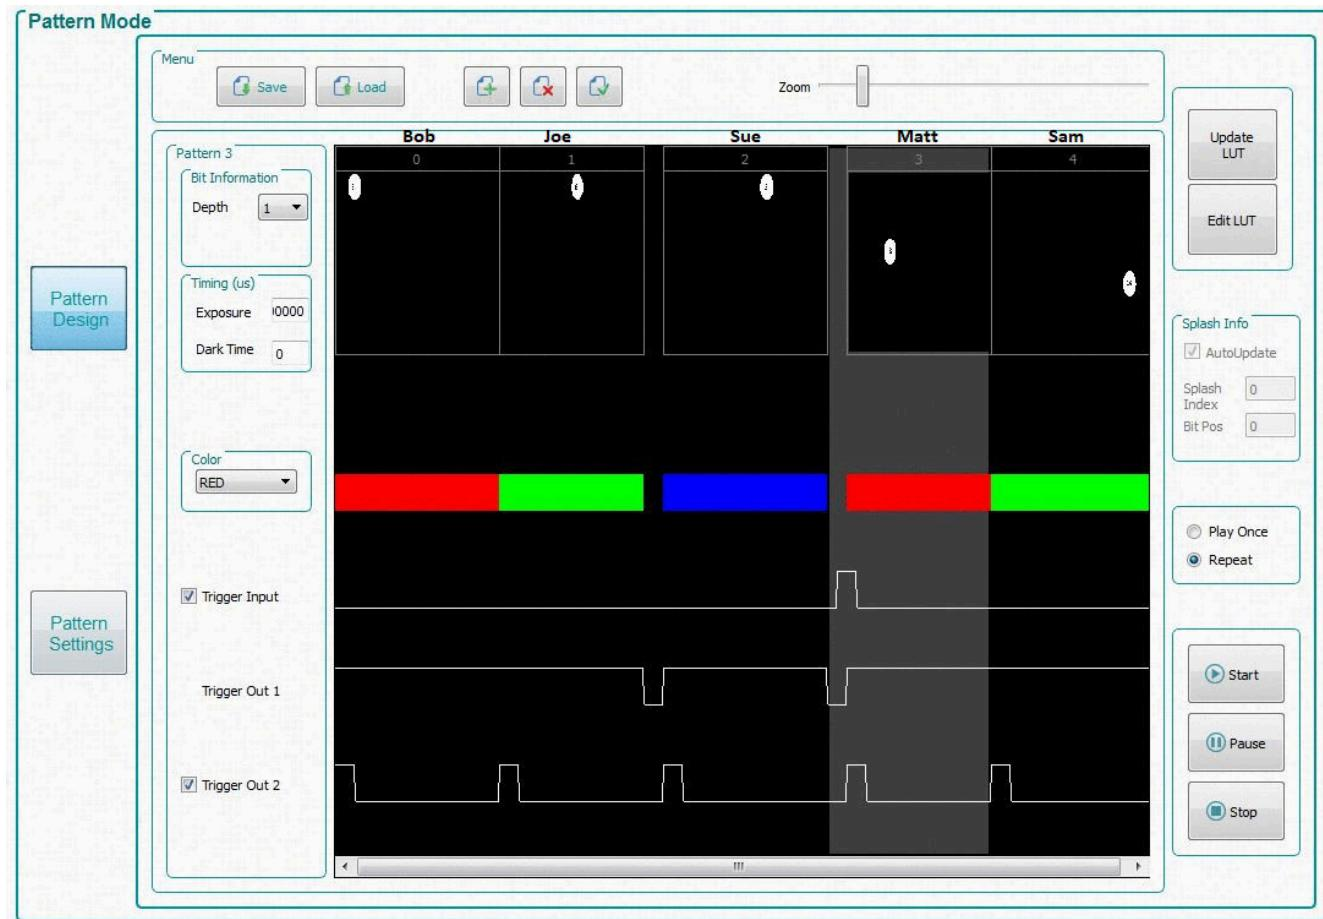
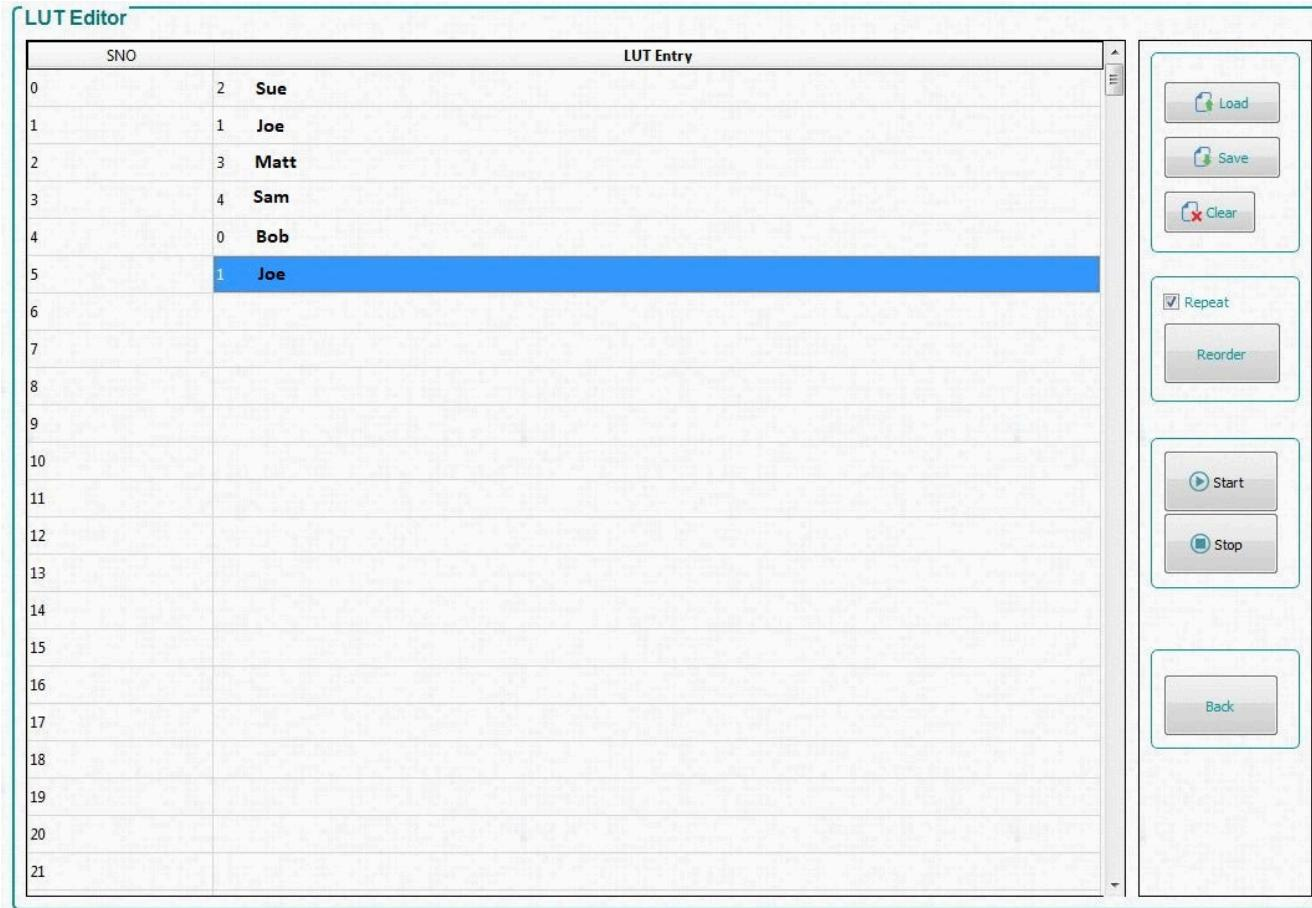
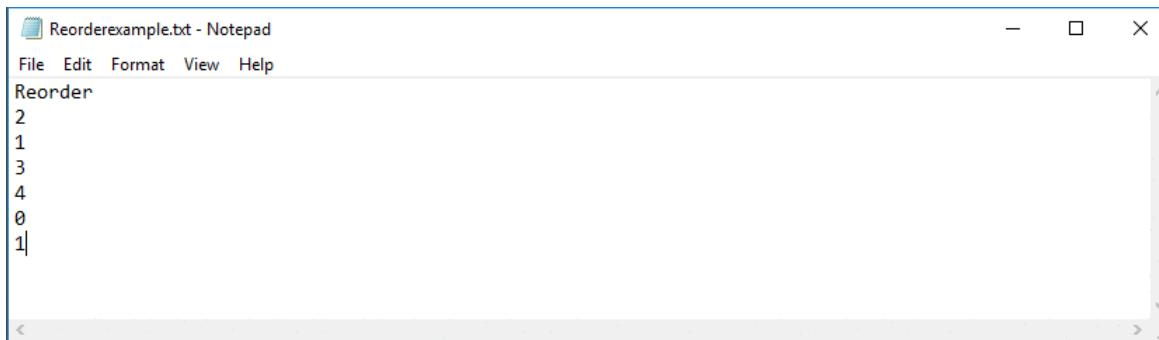

图 3-11. 图案设计示例
图 3-12. LUT 编辑器面板
图 3-13. 重新排序示例
图 3-11 和 图 3-12 中的名字 (Bob、Joe、Sue、Matt 和 Sam) 实际上并不会出现在 GUI 中，只在 图 3-13 作解释之用。在 GUI 中，仅使用数字。
LUT Editor 面板如 图 3-12 所示，其中 *SNO* (即序列号) 列代表图案显示时隙编号，这些编号取决于在 *Pattern Design* 选项卡中设置的顺序 (点击 *Update LUT* 之后)，如 图 3-11 所示。然后，用户可以通过手动将所选择的图案编号输入到 *LUT entry* 列中的一行内或加载以 *Reorder* 为开头且后跟所需图案时隙数值的文本文件，从而对这些图案重新排序，如 图 3-13 所示。
1. 按照类似于 节 3.6.2 的步骤，在 *Pattern On-The-Fly-Mode* 下加载五个图案，如 图 3-11 所示。
7. 点击 *Edit LUT* 按钮以打开 *LUT Editor* 面板，如 图 3-12 所示。此面板最初打开时，“LUT Entry”列为空。
8. 要对这些图案重新排序，请在 *LUT Entry* 第 1 行输入 2，然后依次输入 1、3、4、0 和 1，如 图 3-12 所示。
13. 浏览到保存文本文件的位置，然后在文本编辑器程序中打开文件，如 图 3-13 所示。
使用 **GUI** 界面时，每个图案都附带几项信息，对应于在原始 **LUT** 顺序中插入的时隙。因此，将图案重新排序到 **LUT** 中的不同时隙时，它会保留其原来分配的位信息、时间（曝光和暗时间）、**LED** 颜色和触发信息，而不是位于 **LUT** 中重新分配的时隙中的信息。例如，如果图案 3 包含一个用于开始用户执行的触发器输入（如 图 3-11 所示），并被重新排序到时隙 2（如 图 3-12 所示），则触发器输入现在位于 **LUT** 中的时隙 3 而不是时隙 0。
通过对图案命令（如上 图 3-11 所示 的图案），并按棒球比赛中的击球顺序进行处理，有助于理解 **Edit LUT** 特性。这样就更容易理解 **SNO** 列（新的击球顺序）中的时隙序号与插入 **LUT Entry** 列（击球者）中的图案之间的区别。例如，**Bob** 会保留与他的击球位置无关的击球统计数据（也就是位信息、时间、颜色、触发器），如果他原来是第一棒（图 3-11 中的时隙 0），但在新的击球顺序中被移到第五棒（在 图 3-12 中为重新排序后的 LUT 条目 4），他会保留他所有的属性。唯一的区别是，在他前面的四个击球者（图案）（**Sue**、**Joe**、**Matt** 和 **Sam**）击球之前，他不会击球（即不会显示）。另请注意，在我们的示例中，**Joe** 按新的击球顺序击球了两次（**SNO 2** 和 **5**）。只有一个 **Joe**，在新的击球顺序中击球了两次。同样，原图案列表中的图案可以在重新排序后的显示器 **LUT** 中多次显示，而无需在 **DLPC900** 存储器中添加或删除任何图案。因此，系统内存只有在使用 **Update LUT** 功能时会发生变化，而在使用 **Edit LUT**（重新排序）功能时不会发生变化，如 图 3-11 所示。